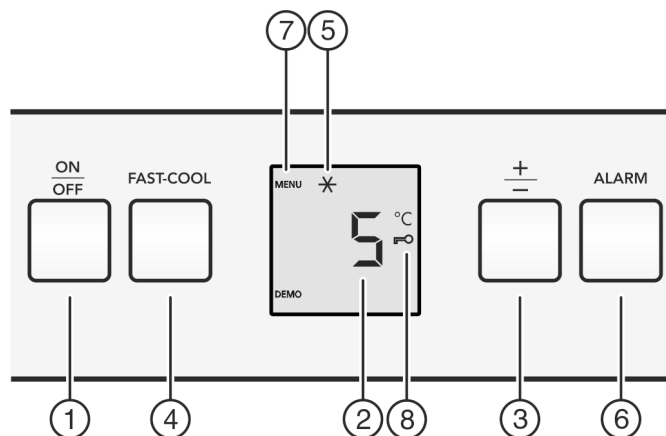

Fig. 2
- ▶ Aan/uit-toets Fig. 2 (1) indrukken.
- ▶ Toets Fast-Cool Fig. 2 (4) ca. 5 seconden indrukken.
- ▷ Op de display wordt het symbool Menu Fig. 2 (7) weergegeven.
- ▶ Met de toets Fast-Cool Fig. 2 (4) kort bevestigen.
- ▷ Het symbool Kinderbeveiliging Fig. 2 (8) op de display gaat branden.
- ▶ De toets On/Off Fig. 2 (1) kort indrukken.
- ▶ Toets Alarm Fig. 2 (6) indrukken.
- ▶ Temperatuurfunctie oproepen: Druk de insteltoets "+/-" Fig. 2 (3) in.
- ▶ Temperatuur in 1 °C stappen wijzigen: Druk de insteltoets "+/-" Fig. 2 (3) net zo vaak in, totdat de gewenste temperatuur op het temperatuurdisplay oplicht.
- ▶ Toets Fast-Freeze Fig. 2 (4) kort indrukken.
- ▷ Het symbool Fast-Cool Fig. 2 (5) brandt op het display.
- ▷ Het symbool Fast-Cool Fig. 2 (5) op het display gaat uit.